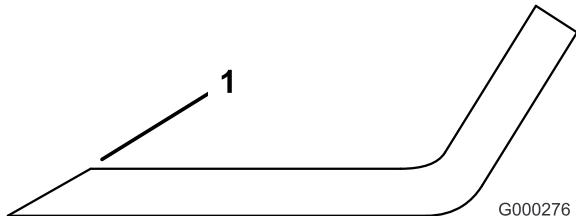

図 83
3. 全部のブレードの切っ先を丁寧に点検する。切っ先が鈍くなっていたり欠けていたりした場合には研磨する。研磨は刃先の上面だけに行い、刃の元々の角度を変えないように十分注意する図 83。ブレードの左右を均等に削